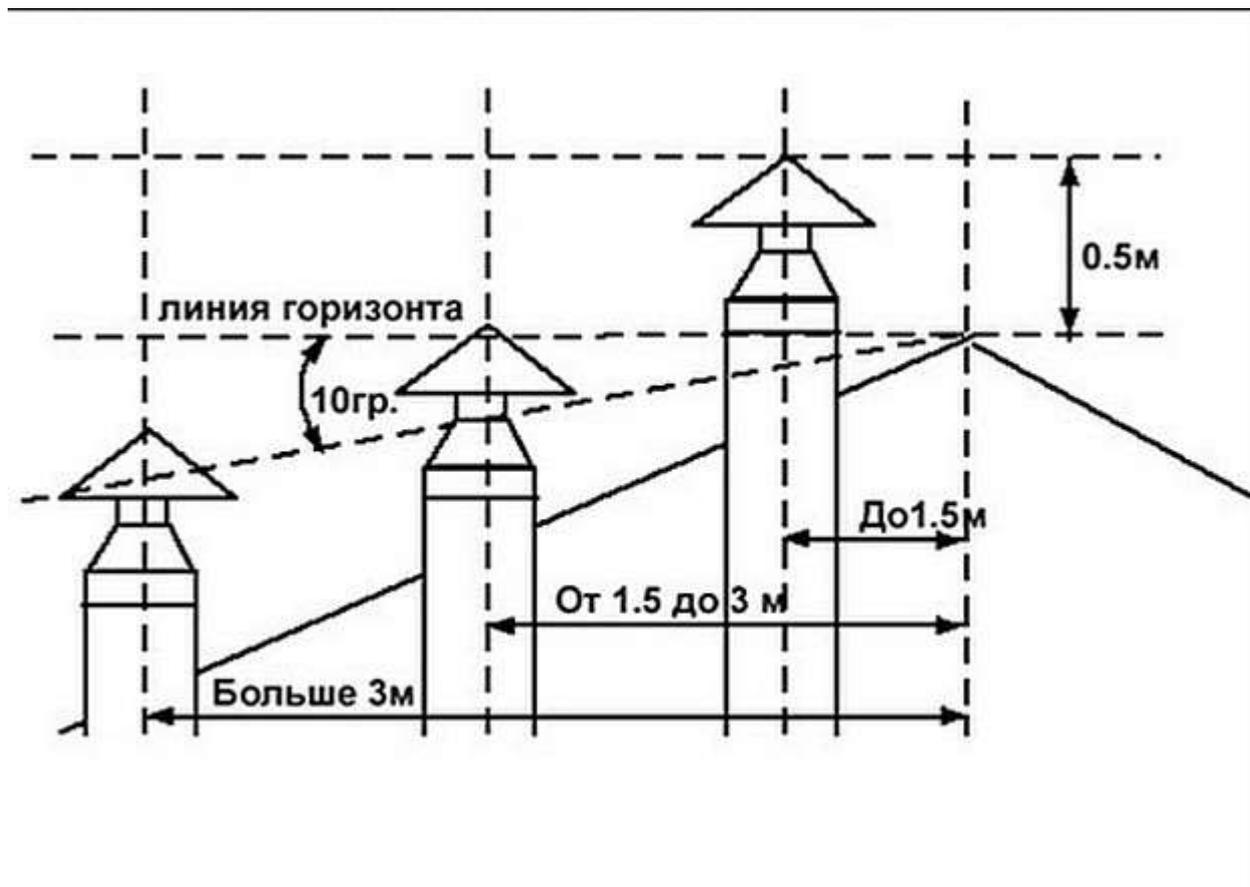

Рисунок 9 — Схема размещения дымоходов
3.2.3.4 Высоту дымохода можно рассчитать используя рисунок 9.